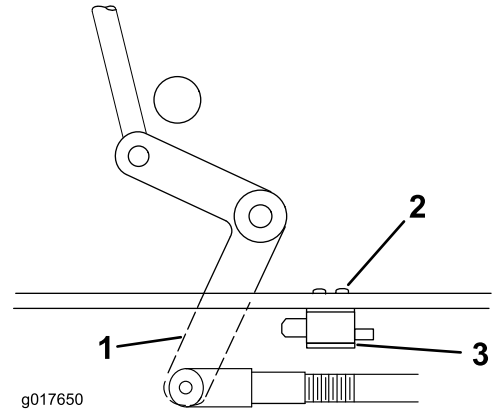

Figure 46
**Important:** Le levier coudé ne doit pas toucher le corps du contacteur, car celui-ci pourrait être endommagé (Figure 46).
4. Au besoin, réglez le contacteur de sécurité de la PDF en desserrant les boulons de fixation du support du contacteur (Figure 46).